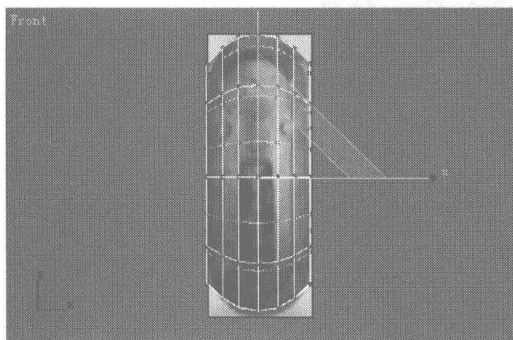
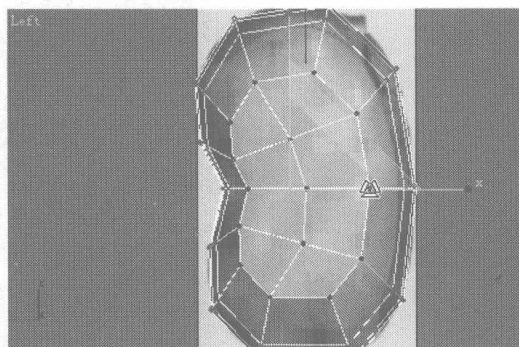

图 3.21
图 3.22
- 15** 切换为节点编辑，在 Front 视图中框选如图 3.21 所示的节点，在工具栏中单击  按钮，在 Left 视图中将选择的节点向内同比例缩小，结果如图 3.22 所示。